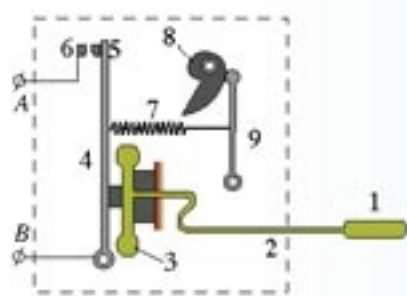

图6.2-10 电冰箱温控器的结构
1. 图6.2-10表示某种电冰箱内温度控制器的结构。钢制的测温泡1、细管2和弹性金属膜盒3连通成密封的系统，里面充有氟甲烷和它的蒸气，构成了一个温度传感器。膜盒3为扁圆形（图中显示它的切面），右表面固定，左表面通过小柱体与弹簧片4连接。盒中气体的压强增大时，盒体就会膨胀。测温泡1安装在冰箱的冷藏室中。5、6分别是电路的动触点和静触点，控制制冷压缩机的工作。拉簧7的两端分别连接到弹簧片4和连杆9上。连杆9的下端是装在机箱上的轴。凸轮8是由设定温度的旋钮（图中未画出）控制的，逆时针旋转时凸轮连杆上端右移，从而加大对弹簧7的拉力。